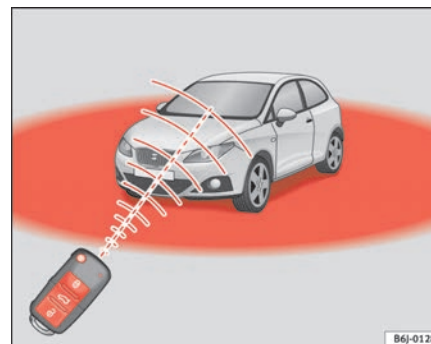

Fig. 44 Raggio d'azione del telecomando
Inoltre, la spia della batteria della chiave $\Rightarrow$ fig. 44, lampeggia.
- Il telecomando a radiofrequenza ha un campo d'azione limitato, al di fuori del quale il suo uso non produce effetto alcuno ⇒ pag. 85, fig. 44.